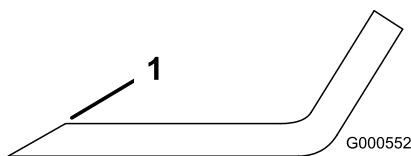

Figure 58
1. Au moyen d'une lime, aiguiser les tranchants aux deux extrémités de la lame (Figure 58).
Remarque: Si la lame est déséquilibrée, limez un peu l'extrémité de l'ailette seulement (Figure 58).